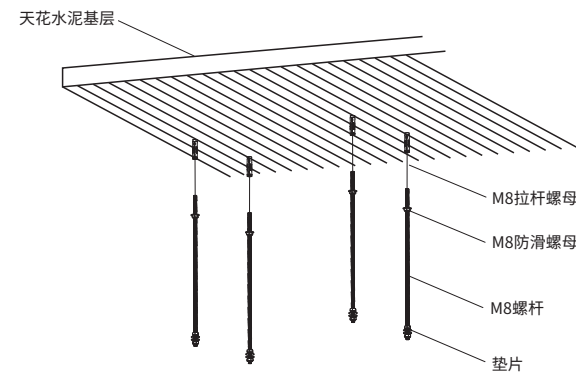

图1
1.选定安装位置,(我们推荐安装在天花水泥基层)使用冲击钻打孔定位,将M8拉杆螺母旋入天花基层,随后如图1中的顺序,依次套入M8螺杆,紧固安装,注意此处安装位置必须确保能承受电动吊架与投影机的重量,以免吊架脱落造成意外。